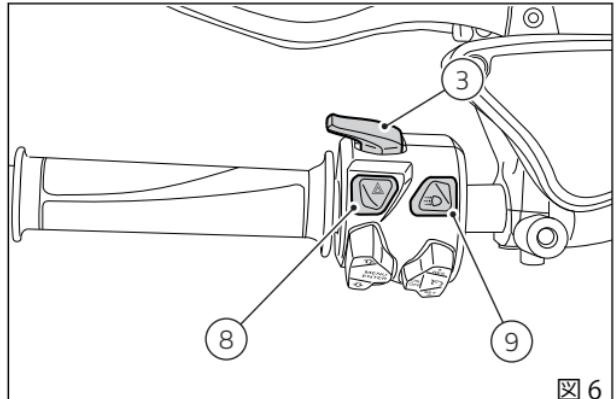

図 6
3) ランプ起動および切り替え (ハイビーム / ロービーム) ボタン (図 6)